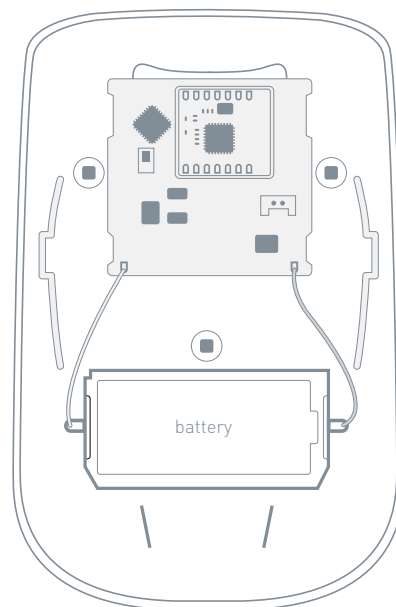

РИС. 5. Вид датчика со снятой верхней крышкой
6.3 Своевременно заменяйте батареи питания на новые. При разряде батареи датчик передает соответствующий сигнал на центральный блок сигнализации. При разряженной батарее передача каждого статуса сопровождается включением и плавным гашением светодиода на датчике. Для смены батареи открутите три самореза «3» (РИС. 4) и снимите заднюю крышку датчика. Замените батарею «battery» (РИС. 5) на новую, типа CR123A, соблюдая полярность.